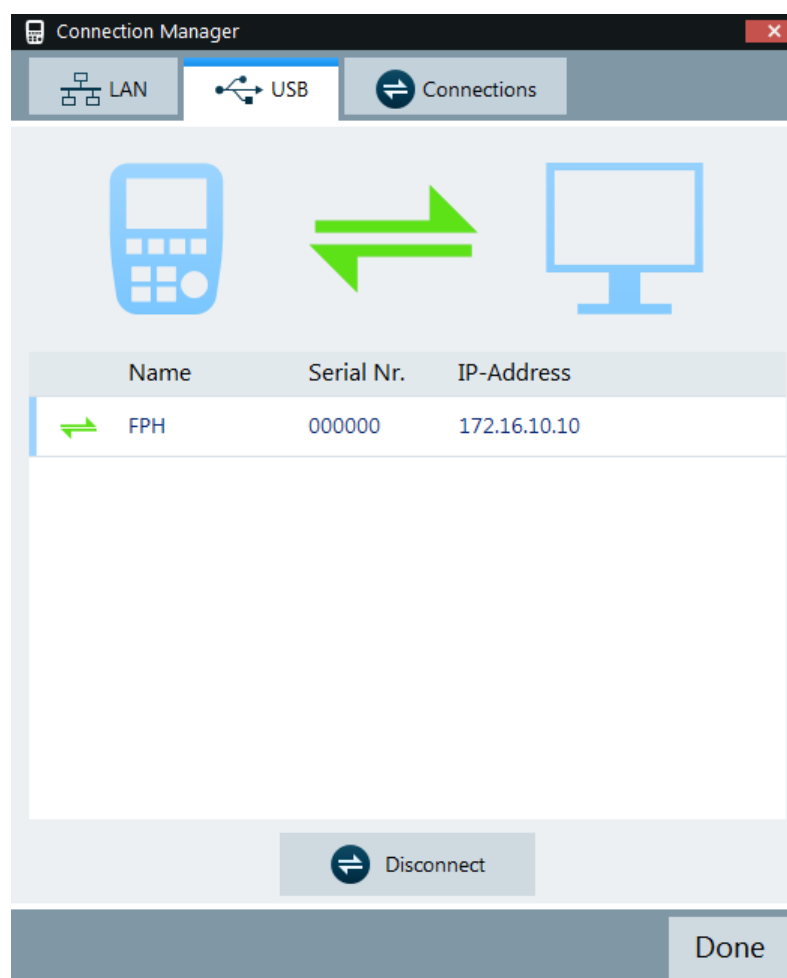

Рис. 4-3: Подключение USB
3. В списке диспетчера подключений есть только одно USB-устройство. См. рис. 4-3.